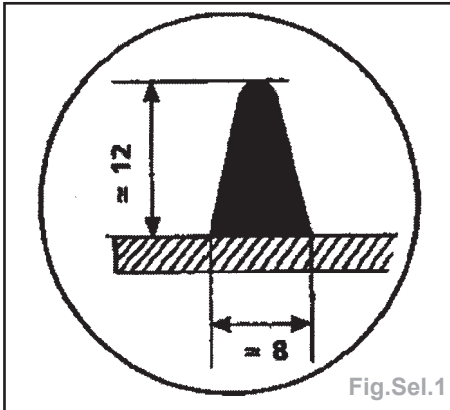

Fig.Sel.1
- Le cordon de colle sera de forme triangulaire (buse d'application fournie dans les kits) (Fig.Sel.1)
Nota : Respecter la taille du cordon de colle (Fig.Sel.1).
- Respecter la taille du cordon de colle (Fig.Sel.1).